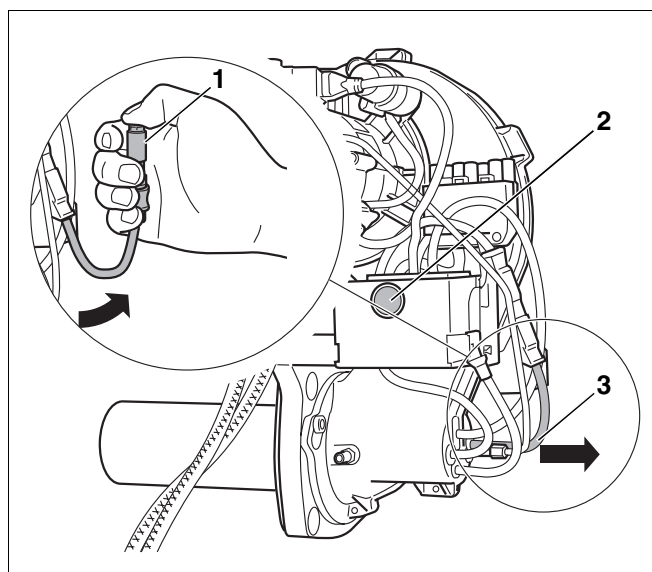

Рис. 36 Проверка работы датчика пламени
- При работающей горелке вынуть датчик пламени из гнезда, взяв его за предусмотренную для этого ручку (рис. 36, поз. 3).
- Перекрыть датчик пламени (рис. 36, поз. 1). После повторного запуска должно произойти отключение из-за неисправности.
- По истечении времени ожидания, составляющего примерно 30 секунд, нужно разблокировать автомат горения дизельного топлива, нажав кнопку подавления помех (рис. 36, поз. 2).